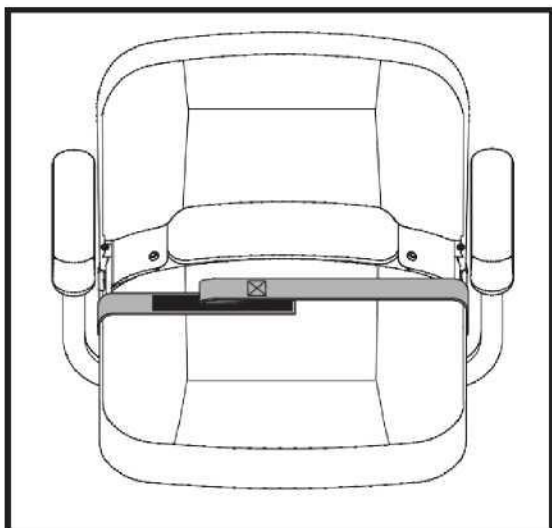

Figura 30. Cinturón de posicionamiento: estilo cierre de velcro adhesivo reutilizable
1. Alinee los dos lados del cinturón colocando el extremo de rizo directamente sobre el extremo más áspero («gancho») en la otra parte del cinturón. Presione con firmeza para sujetarlos. **Ver Figura 30.**